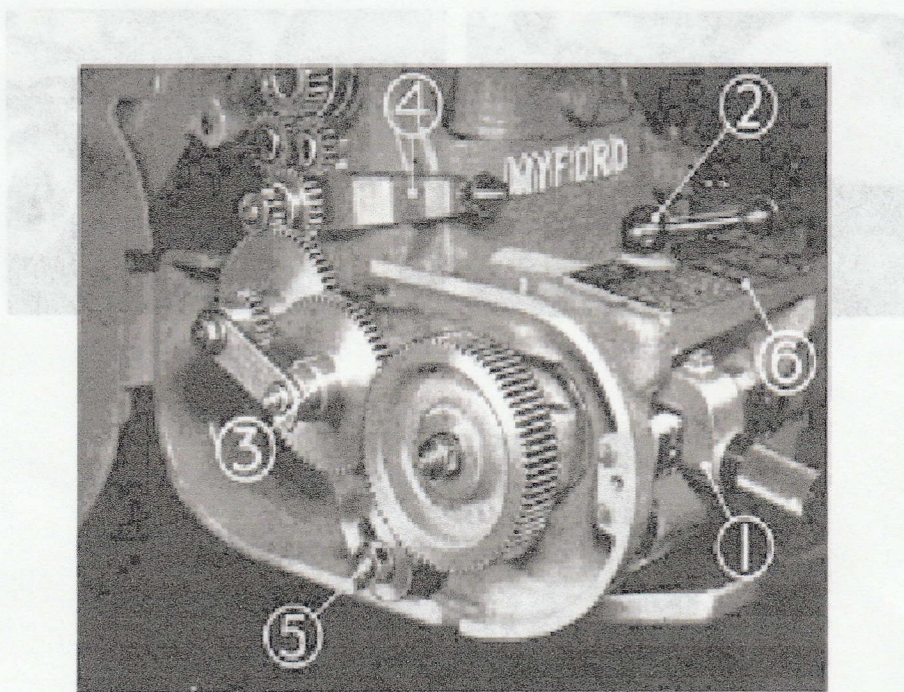

Fig. 7. Boîte d'avance, commandes de sélection.
La boîte d'avance Myford, a été conçue pour vous faciliter la tâche. Pour sélectionner les différents filetages et avances, il est seulement nécessaire de positionner les leviers de la boîte et l'inverseur (Fig. 7), comme indiqué sur le tableau (Fig. 6).
Le **SÉLECTEUR (1)** permet de choisir l'un des huit rapports disponibles 'du bloc' d'engrenages étagés. La position d'indexation du levier se trouve directement en regard de la colonne du tableau correspondant au filetage ou à l'avance désirée. (Voir la Fig. 7).
- (1) Placez l'inverseur en position neutre.
- (2) Montez le train d'engrenages (3), fig. 7, en position filetage, c.-à-d. le petit pignon (19 dents) à l'intérieur.
- (3) Placez le levier (2), Fig. 7, sur le dessus de la boîte, dans une position désengageant les pignons.
- (4) Placez le baladeur (1), Fig. 7, sur la position d'avance 8 (T.P.I.) filets/pouce